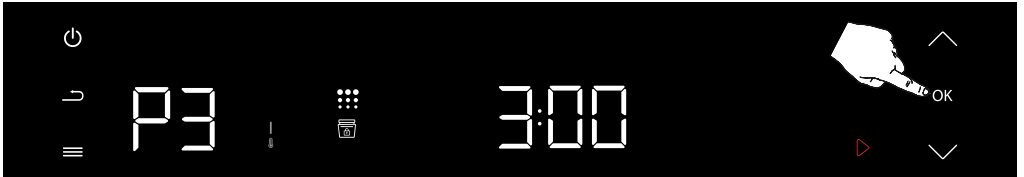

Abbildung 38
Drücken Sie die Bestätigungstaste (OK) einmal, um die Auswahl der pyrolytischen Reinigungsstufe zu bestätigen. Nach 10 Sekunden wird die Tür verriegelt und die pyrolytische Reinigung beginnt. (siehe Abbildung 38)